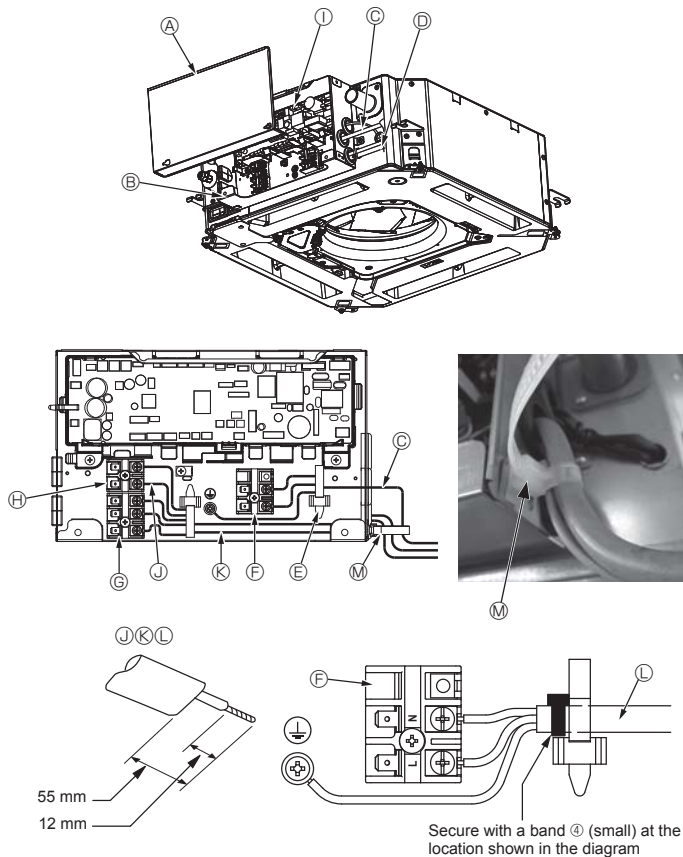
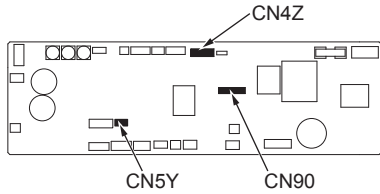
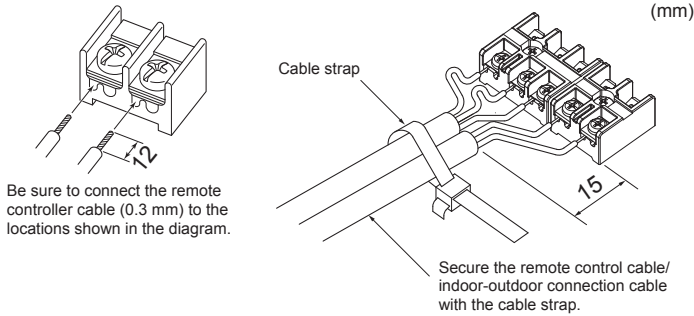

Fig. 4-1
Fig. 4-2
Fig. 4-3
4.1. Indoor unit (Fig. 4-1, Fig. 4-2, Fig. 4-3)